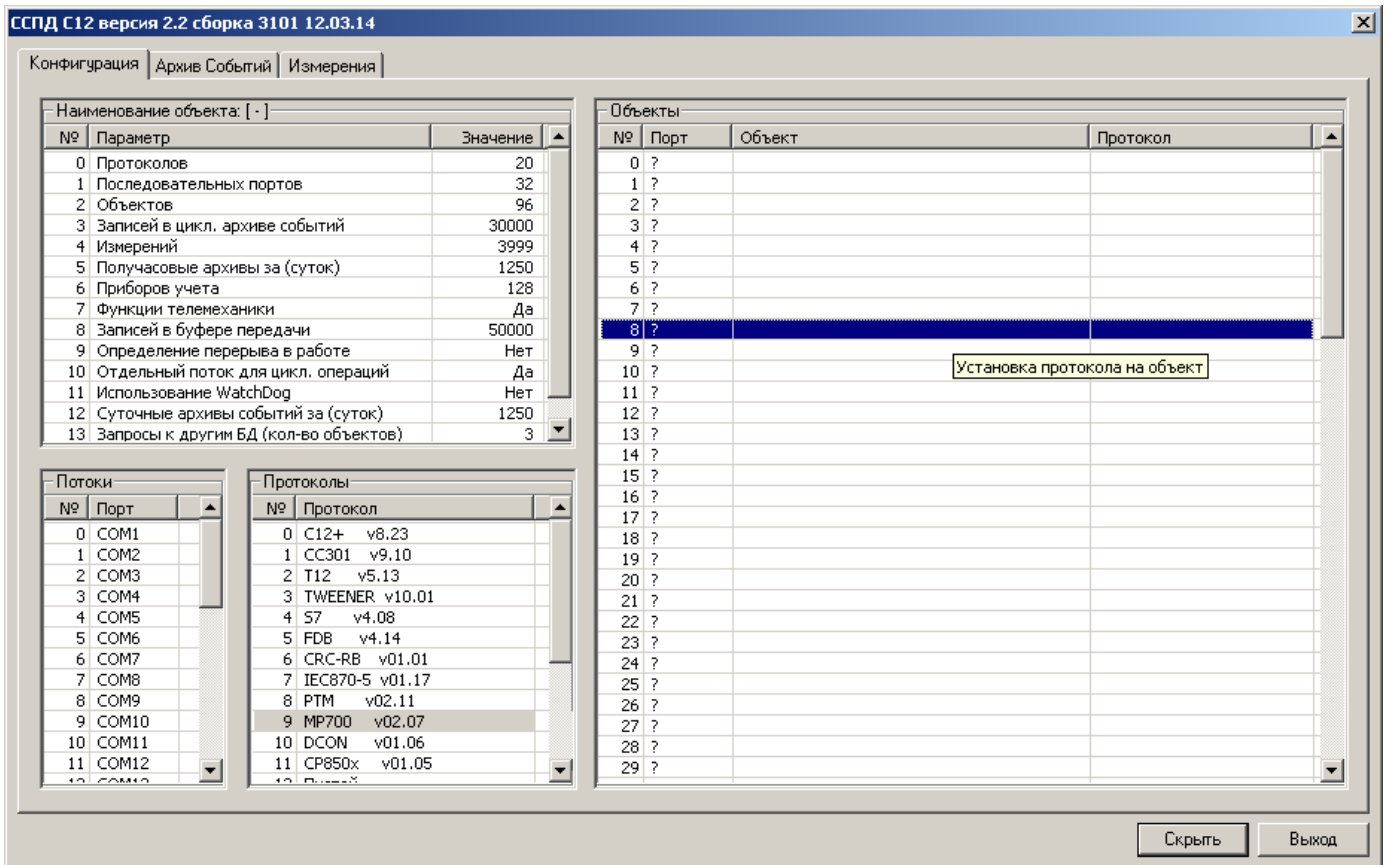

Рис. 3.2. Добавление объекта библиотеки m700
2. Выбираем требуемый протокол из списка в окне «Протоколы» и, удерживая нажатой левую клавишу мыши, перетаскиваем протокол на выбранный номер объекта в окне «Объекты» (рис. 3.2) и отпускаем клавишу мыши;